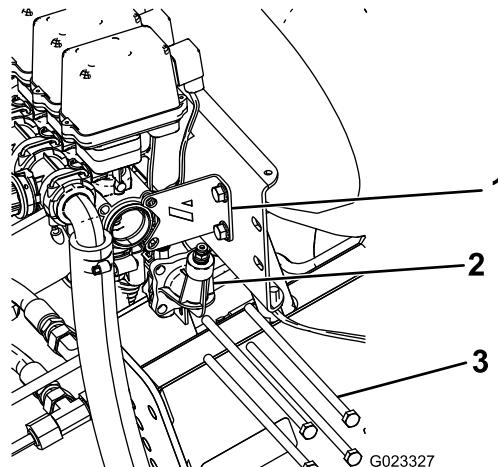

Figura 1
2. Retire los 4 pernos largos que sujetan el conector del manómetro a las válvulas de los brazos y deséchelos (Figura 1). Guarde las arandelas planas y las contratuerzas.
3. Retire y guarde los 2 pernos y tuercas que sujetan el refuerzo al conjunto de las válvulas (Figura 1).